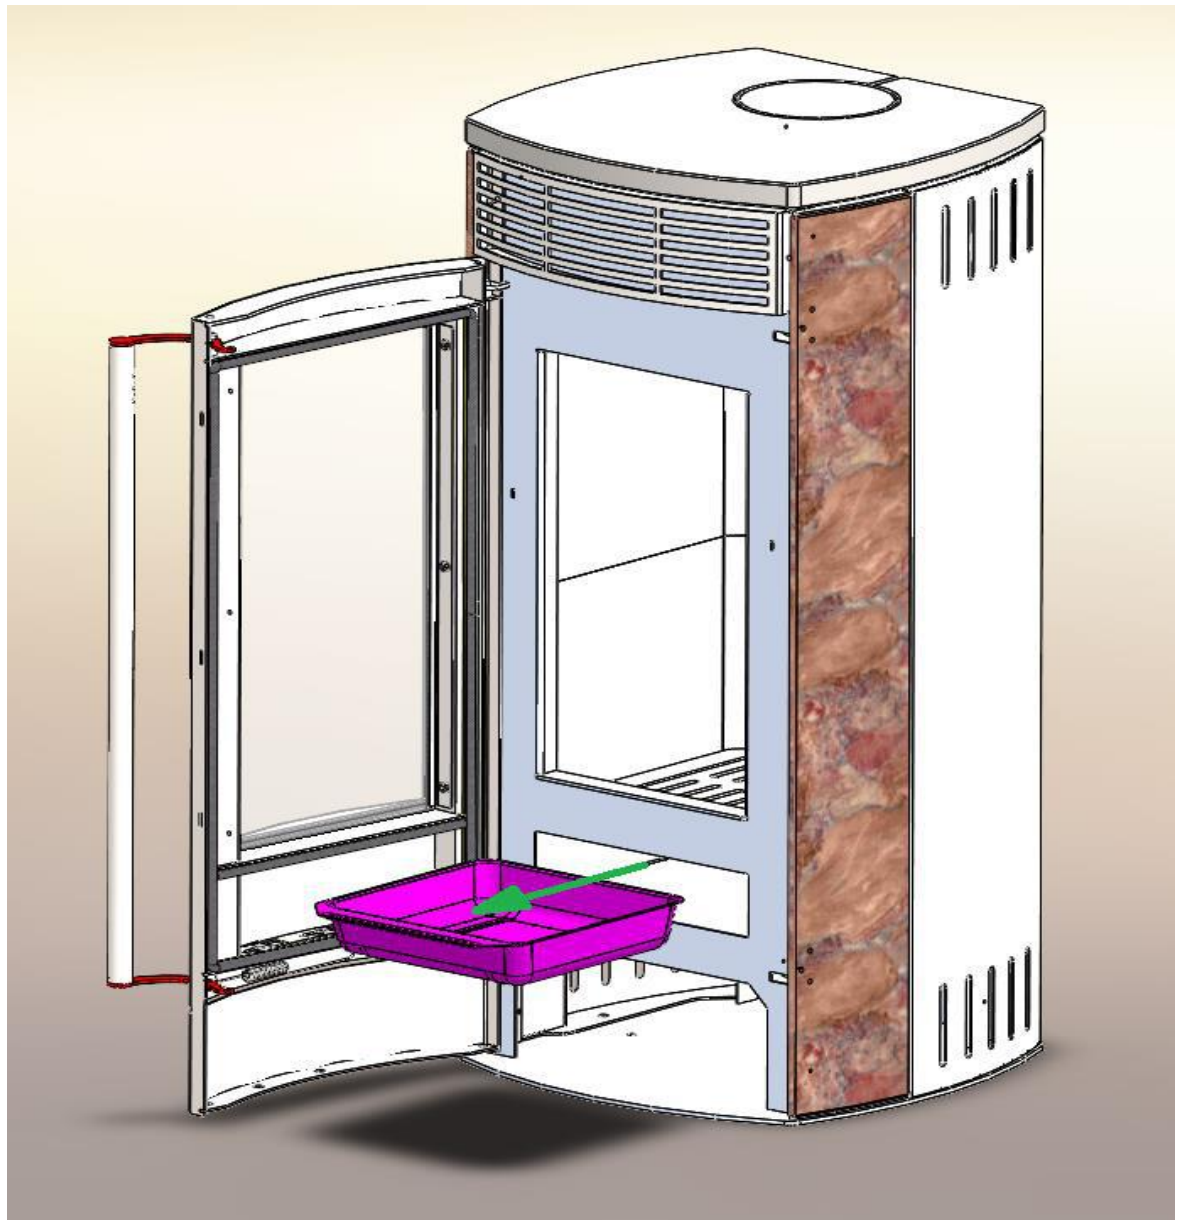

Abbildung 3 Entleeren der Aschelade
5. Abbildung 3 Entleeren der Aschelade	Seite 9